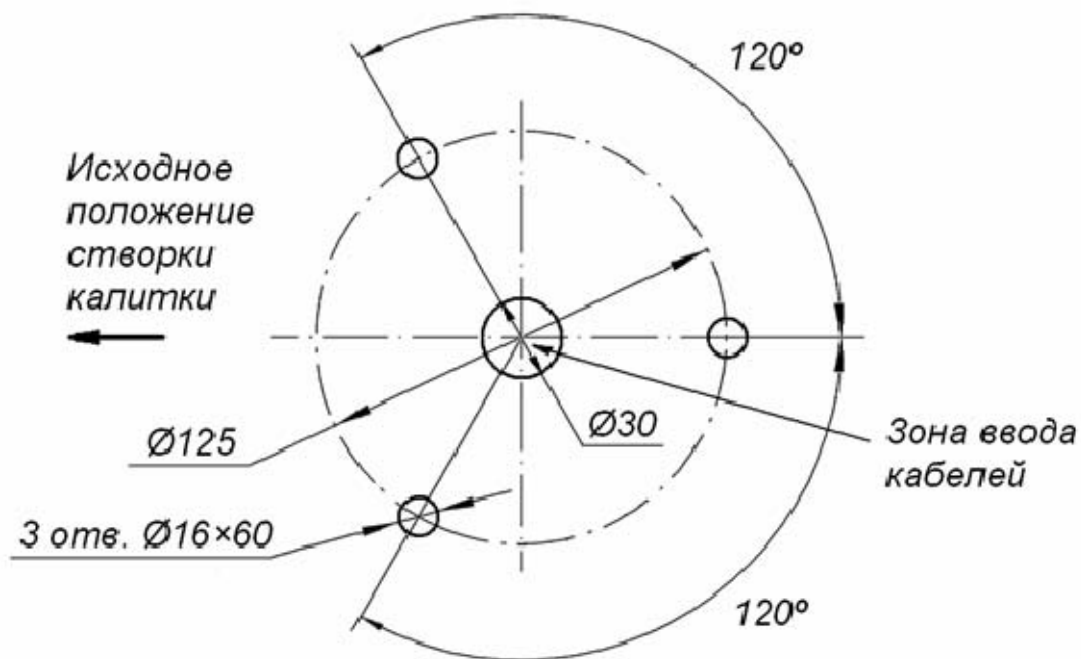
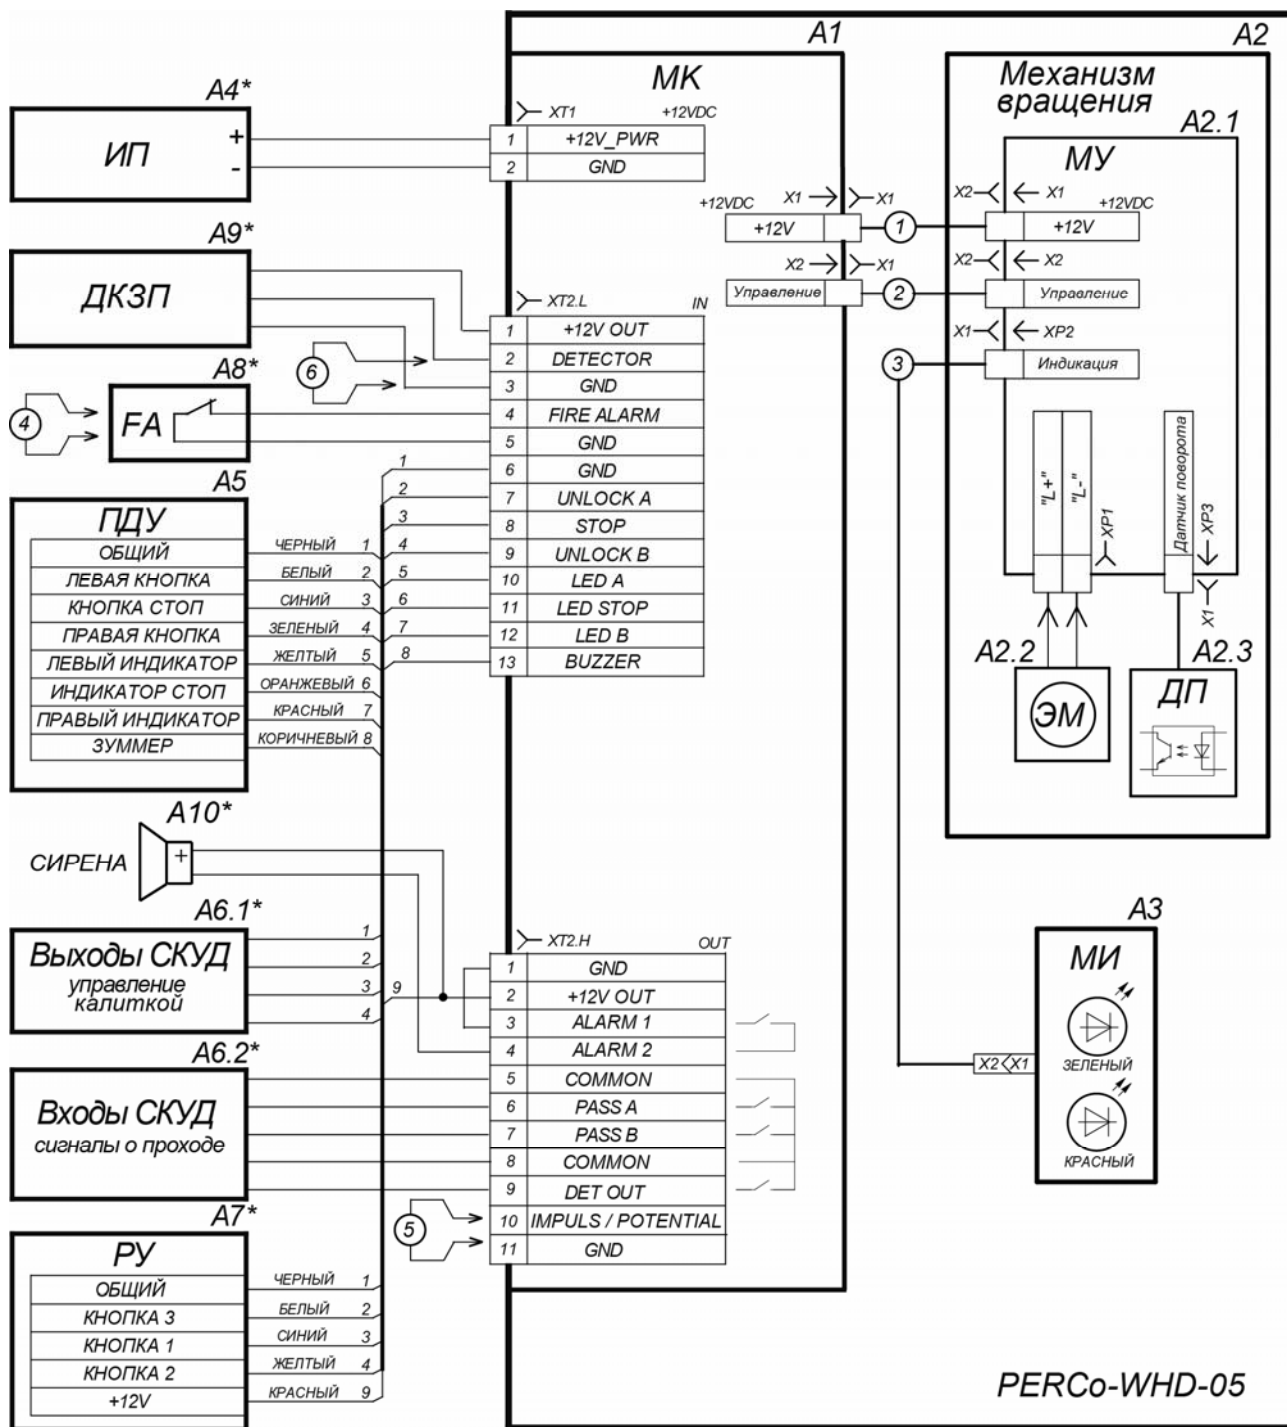

Рисунок 9. Схема разметки для монтажа калитки
Рисунок 10. Схема электрических соединений МК (обозначения к схеме приведены в табл. 3)
4. Выполните разметку и разделку отверстий под анкерные болты на установочной поверхности в соответствии с рис. 9.
7. Извлеките кронштейн (6) с МК (7) из стойки калитки через отверстие в основании.
8. Подключите к МК кабели ПДУ (СКУД/ устройство РУ) и ИП согласно схеме, приведенной на рис. 10.
9. Установите кронштейн (6) с МК (7) на место.
11. Установите стойку калитки (1) на гильзы анкеров и закрепите ее анкерными болтами; при установке контролируйте вертикальность положения стойки с помощью уровня.
Таблица 3. Обозначения к схеме на рис. 10